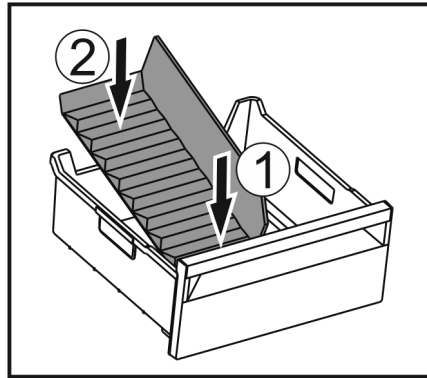

Fig. 166
- ▶ Vorderen Teil des Eisfach-Trenners einsetzen. Fig. 166 (1)
- ▶ Hinteren Teil des Eisfach-Trenners bis zum Schubfachboden absenken. Fig. 166 (2)